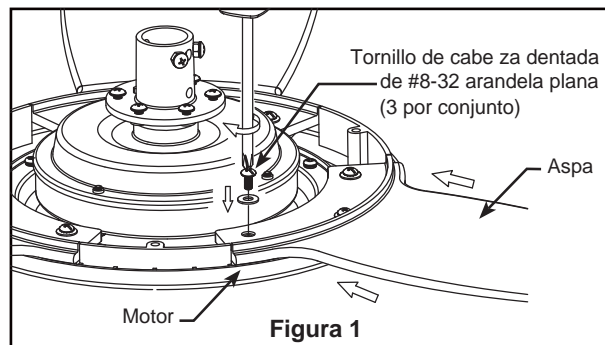

Figura 1
Uso de perfil bajo (Figura 1)
1. Coloque las palas a través de las ranuras en la cubierta del motor y fije la unidad del motor usando los tornillo de cabeza dentada #8-32 y las arandelas de plana. Asegúrese de que los tornillos fijan adecuadamente las palas al centro del motor estando éstas colocadas correctamente. (Figura 1)
- 1.** Extraiga la pieza de la bola colgante de la unidad de la bola colgante / varilla aflojando el tornillo de presión de la bola colgante hasta que la bola se libere de la varilla. Retire el pasador del barral y luego extraiga la semiesfera. Conserve el pasador y la semiesfera para su reinstalación en el Paso 6. (Figura 1)